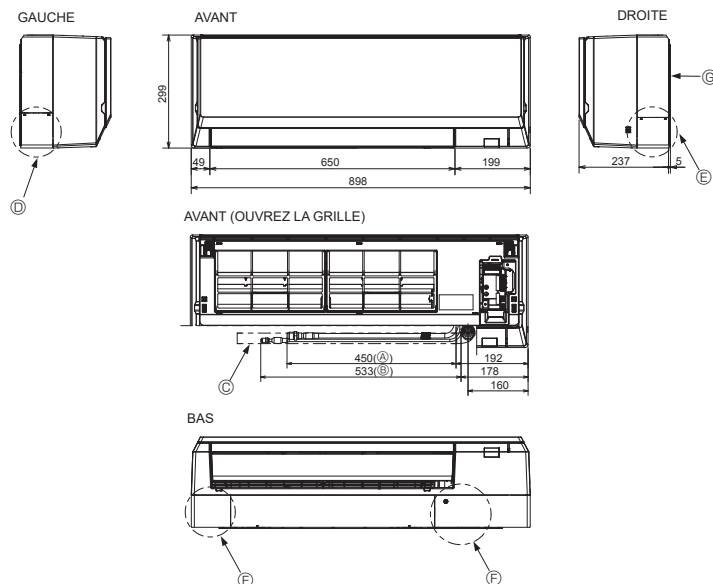

Fig. 4-3
4.3. Mise en place des tuyaux de réfrigérant et d'écoulement (Fig. 4-3)
- (A) Conduit de gaz * Indique la condition les accessoires montés.
- (B) Conduit de liquide
- (C) Tuyau d'écoulement (longueur utile : 500)
- (D) Orifice de la rondelle du tuyau gauche
- (E) Orifice de la rondelle du tuyau droit
- (F) Orifice de la rondelle du tuyau inférieur
- (G) Plaque d'installation ①